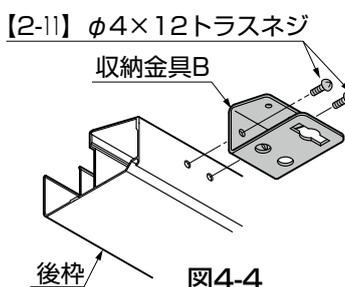

図4-4
- ②収納金具Bを【2-11】で後枠に取付けてください。(図4-4参照)
(3) レガーナポートシグマⅢの場合